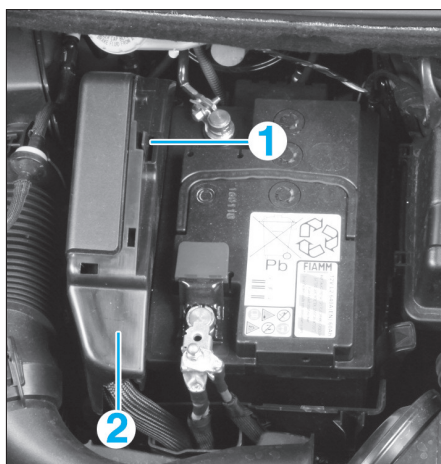

FIG. 46
- Dégrafer le cache supérieur (1) du calculateur en (2) (Fig.46).